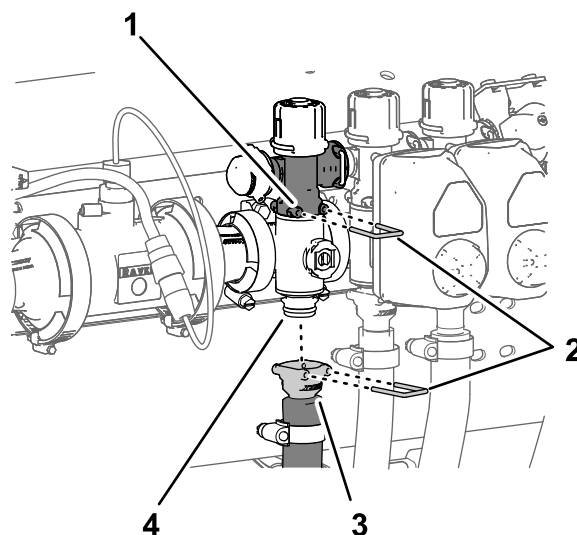

Bild 120
- Entfernen Sie den Schnellkupplungsstift, mit dem die Schnellkupplung für das Abschnittsicherheitsventil am Abschnittverteilterventil befestigt ist (Bild 120).
- Entfernen Sie den Schnellkupplungsstift, mit dem die Schnellkupplung für den Abschnittzulaufschlauch am Verteiler für das Schnellkupplungsanschlussstück des Abschnittverteilterventils befestigt ist (Bild 120).